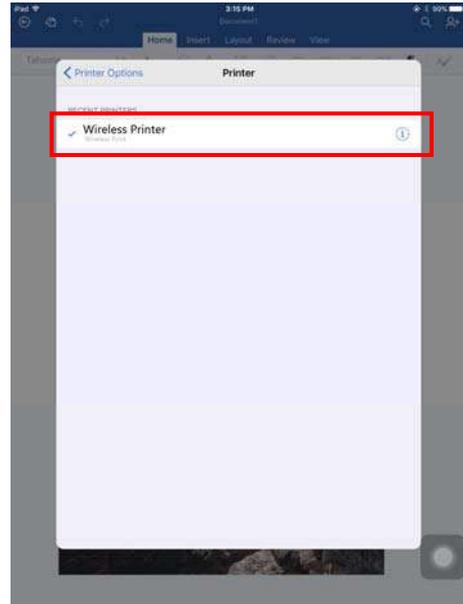

Figura 42
2.6 Seleccione “Wireless Printer” en la lista (Figura 42).